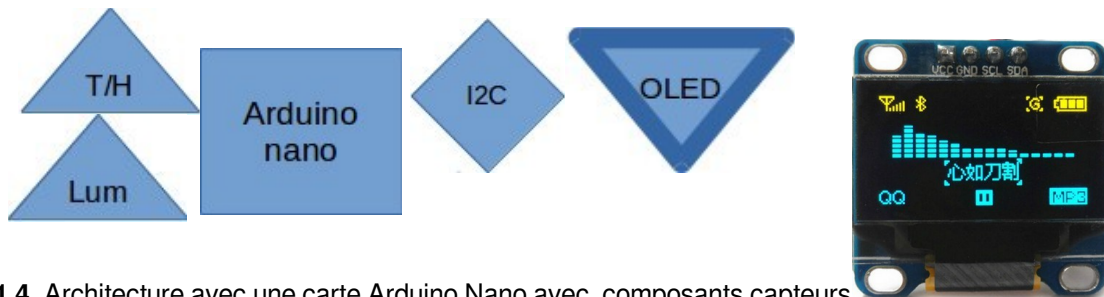

Figure 1.4. Architecture avec une carte Arduino Nano avec composants capteurs et l'écran OLED
1.3.5 Code Arduino pour l'architecture de la figure 1.4, incluant deux capteurs et un afficheur (écran OLED)